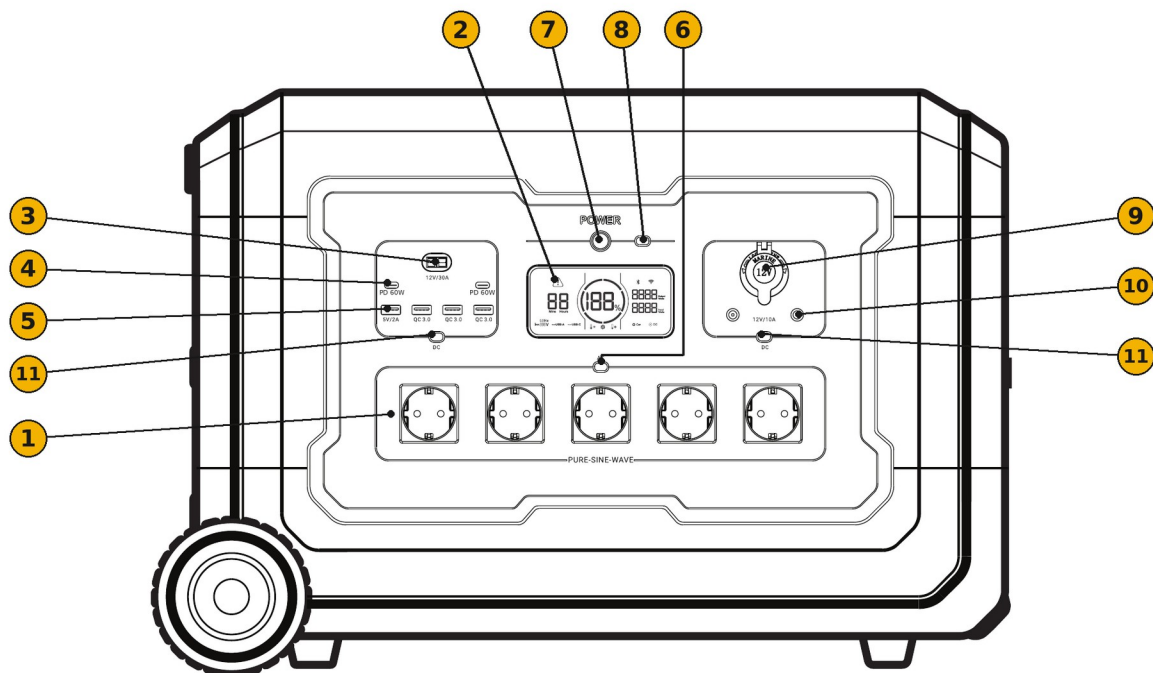
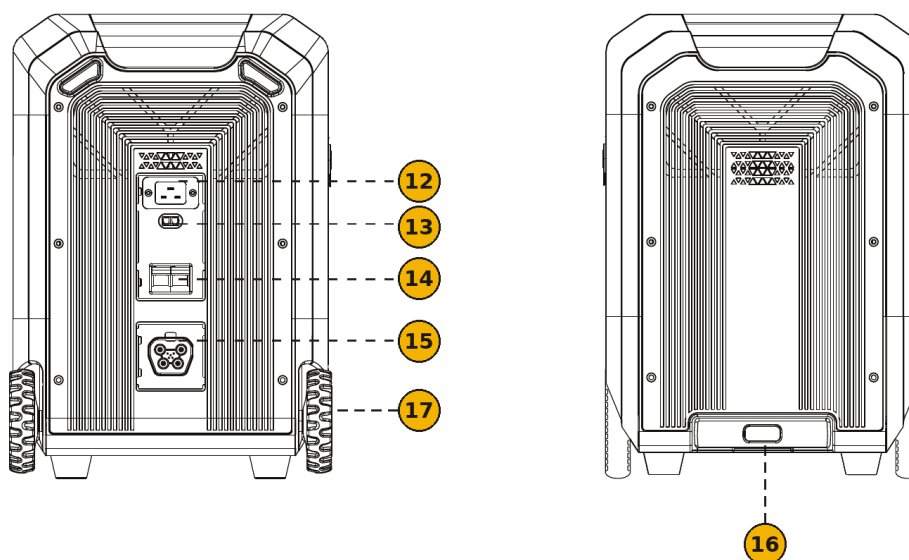

FIG. 1 — Vista frontal: mandos y salidas
FIG. 2 — Vistas laterales: entradas, disyuntor y elementos de transporte
- 2) Para desplazarla sobre un suelo firme y llano, extraiga el asa telescópica (16, FIG. 2), incline ligeramente la estación y hágala rodar sobre sus ruedas (17). Recoja el asa después de usarla.
La estación integra en una carcasa con ruedas la batería, el inversor, los reguladores de carga y el sistema de gestión de la batería (BMS). El panel frontal agrupa los mandos, la pantalla y las salidas (FIG. 1); el lateral del lado de las ruedas, las entradas de carga, el disyuntor y el conector de expansión (FIG. 2).